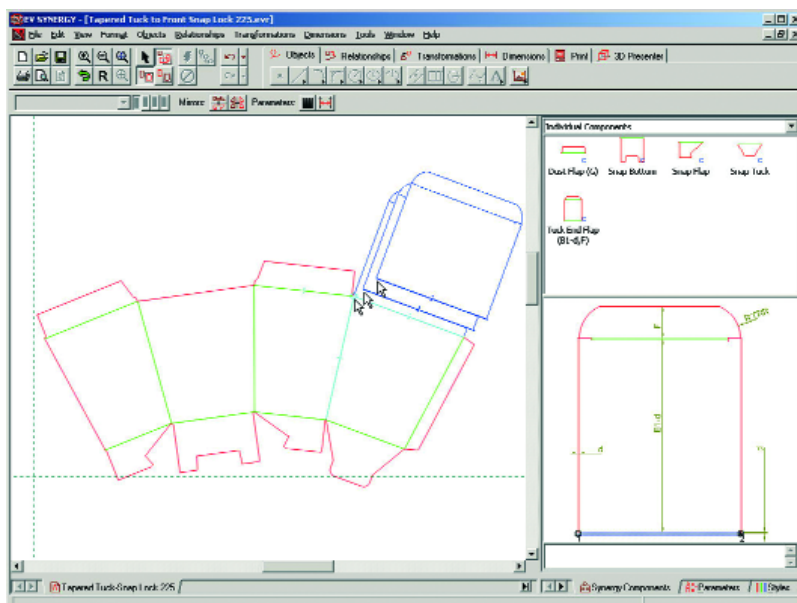
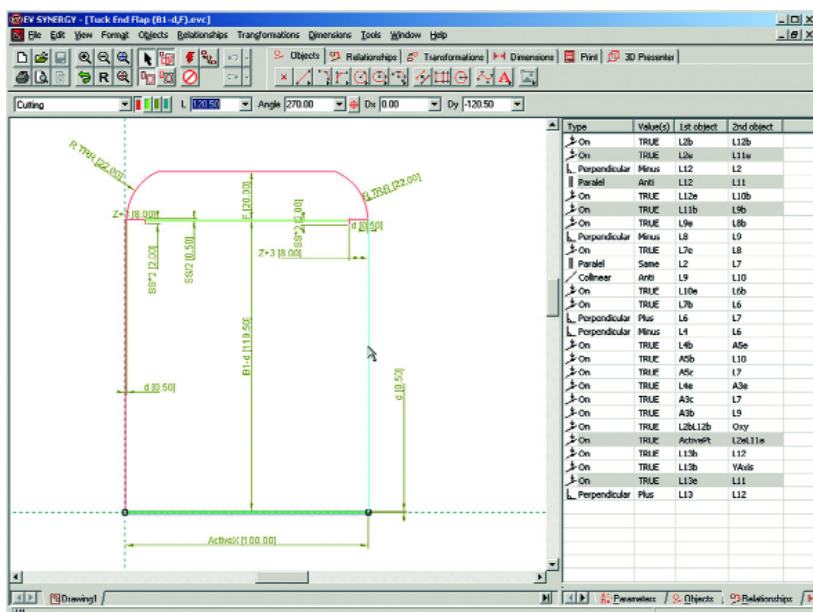
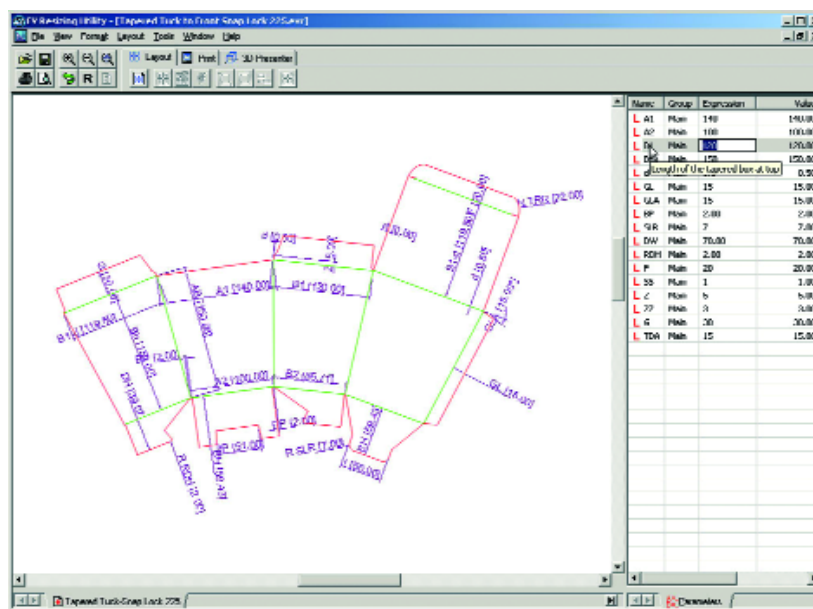

Рис. 6. Модуль масштабирования
Рис. 7. Модуль дизайна параметрических компонентов
Рис. 8. Масштабирование и экспортирование файлов
EngView Synergy — is a unique system for designing standard scalable templates with parametric components. It operates well with any packaging CAD, whereby creation of a new scale (parametric standard) is done in a minute. Now it is possible to compile a standards library meeting requirements of the particular customer. Zoom module (fig. 6) allows compiling and editing the scalable view with the help of drag&drop parametric components. With the Parametric components design module (fig. 7) it is easy to edit simple and composite parametric components. The provided possibility for modifying dimensions (fig. 8) allows integrating EngView Synergy files with any CAD by means of scaling and exporting to the standard file formats.
- **Модуль масштабирования** позволяет компоновать и редактировать масштаб объектов с помощью параметрических компонентов Drag & Drop (рис. 6). Масштаб параметрических компонентов (.evr) можно изменить за одну минуту. Использование объединенных компонентов (.evx) упрощает задачу конструирования. Выбор компонентов из библиотеки и их размеров осуществляется посредством одноименных окон. Выбранные параметры объединяются автоматически. Есть возможность задания собственных параметров компонентов, а также масштабирования и экспорта в dxf, .dds, .cf2, .eps, .ai.
- С помощью **модуля дизайна параметрических компонентов** можно создавать и редактировать простые и составные параметрические компоненты (рис. 7). Изменяемый и параметрический дизайн индивидуальных компонентов (.evc), а также дизайн составных компонентов (.evx) позволяют дизайнеру быстро оперировать большим количеством различных графических объектов, что практически невозможно при разработке чертежей вручную или даже в стандартных графических системах. Чертежный «ассистент» помогает конструктору избежать «заминок» в рабочем процессе. При завершении чертежа на объекте устанавливаются все внутренние связи, и
Чтобы изменить размеры, можно использовать файлы EngView Synergy с любыми системами CAD с помощью масштабирования и экспортирования в стандартные форматы файлов (рис. 8). Для этого достаточно сделать три шага: открыть Resizable Design (.evr); ввести параметр Values & Resize; экспортировать файл в .dxf, .dds, .cf2, .eps, .ai. Шаблоны раскладок предлагаются опционально.